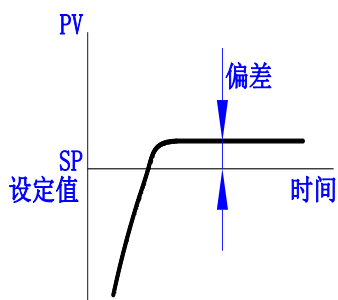

图 3.18 偏差难以消除
c) 偏差难以消除，如图 3.18 所示。方法：系统存在偏差，增大 K_i 值。